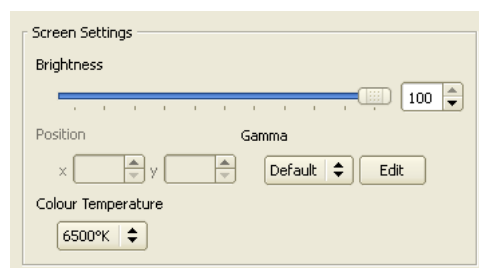

Рисунок 30: Кнопка View
1. См. рисунок 30. В **Screen Settings (Настройки экрана)** в окне Video Input можно настроить яркость всей установки с помощью полосы настройки с ползунковым указателем **Brightness (Яркость)**.